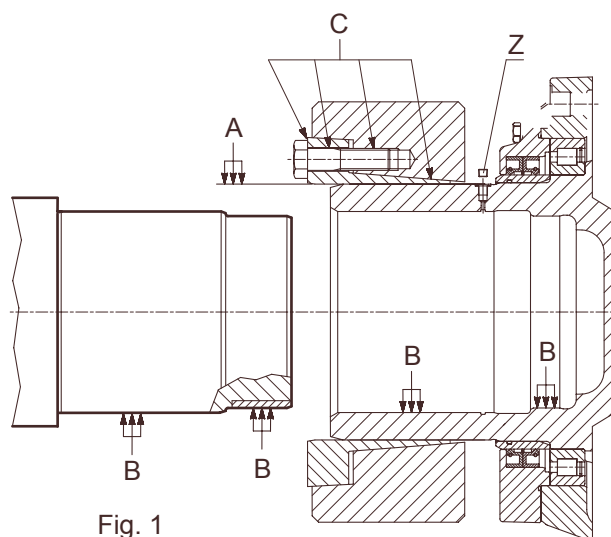

Fig. 1
- Lubrificar a sede da junta de vedação (fig. 1 item A).
"C" (ver a fig. 1).
- Retirar o bujão "Z" (ver a fig. 1) necessário para remover o ar na fase de montagem do eixo.
- Montar a junta no redutor sem apertar os parafusos, deixando livre o parafuso "Z" (ver a fig. 1).